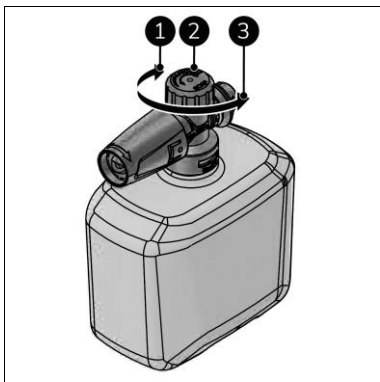

Figure 19
3. Tournez la tête de la buse à mousse (figure 19, pos. 2) pour modifier la quantité de mousse :
- pour plus de mousse, tournez-la dans le sens des aiguilles d'une montre (figure 19, pos. 1).
- pour moins de mousse, tournez-la dans le sens inverse des aiguilles d'une montre (figure 19, pos. 3).